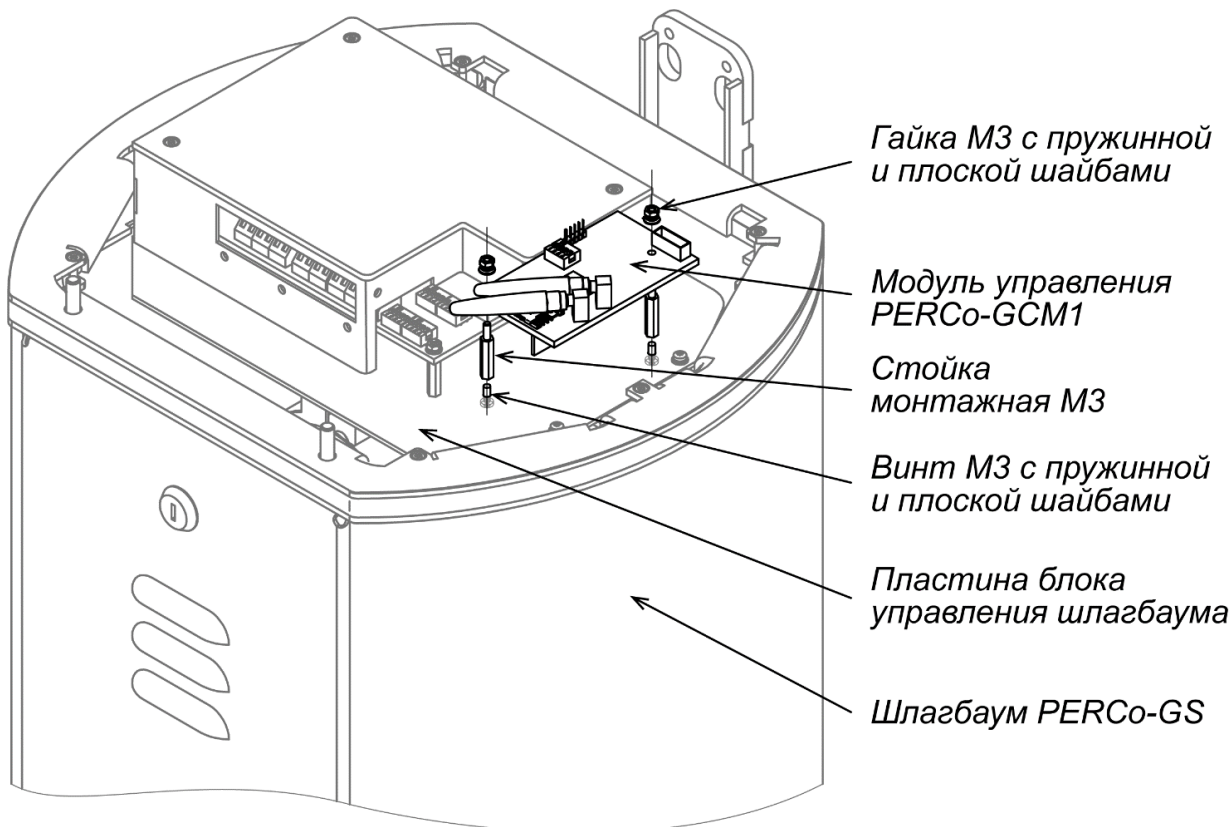

Рисунок 2. Схема установки модуля управления на стойку шлагбаума GS04.1, GS06.1
4. Для шлагбаума **GS04.1**, **GS06.1** установите две стойки M3 в отверстия на пластине блока управления при помощи винтов M3×8 и шайб из комплекта поставки (см. рис. 2). На стойки поместите плату модуля **GCM1** и зафиксируйте ее гайками M3 с шайбами (см. рис. 2).